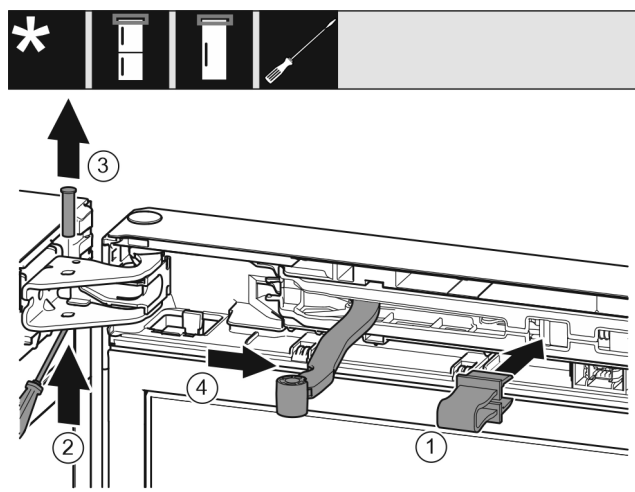

Fig. 11
- ▶ Bolzen Fig. 11 (2) herausschieben.
- ▶ Bolzen Fig. 11 (3) nach oben herausnehmen.
- ▶ Gelenk Fig. 11 (4) in Richtung Tür drehen.
- ▶ Sicherung Fig. 11 (1) in Öffnung einrasten.